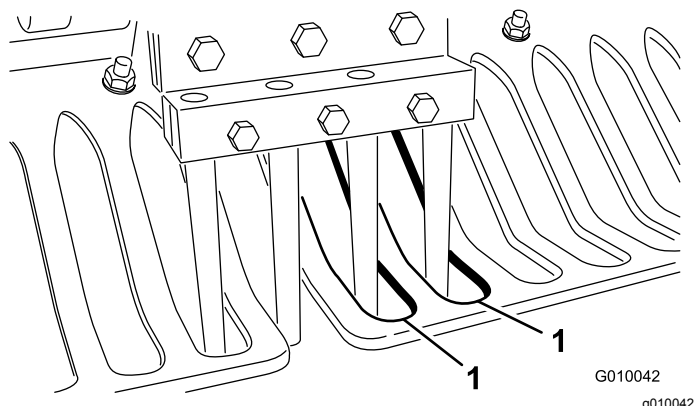

Figura 27
7. Accertatevi che le fustelle siano allineate con il centro degli spazi previsti nelle protezioni del tappeto erboso (Figura 27). Regolate le protezioni del tappeto erboso come opportuno, e serrate i dadi.